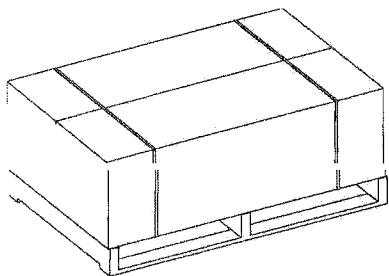

Рисунок 1 – Упаковка нагревателя XL9.
- Устранить подставки и крепления к паллете (Рис. 1).